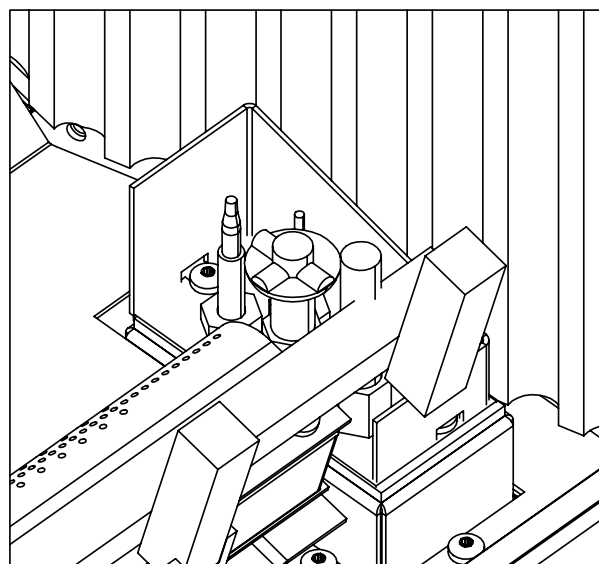

Figure 15. Ensemble de pilote à côté du brûleur.
8. Réinstaller le brûleur, grille de feu, des bûches, et porte en verre. Reportez-vous également à l'installation secondaire - Fire Grille et bûches installation dans le manuel du propriétaire. Lorsque vous réinstallez le brûleur, s'assurer que le brûleur de pilote la relation bouclier est similaire à ce qui est montré dans la figure 15.